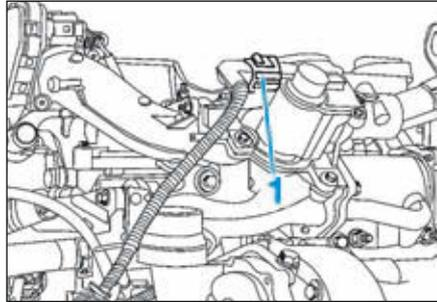

FIG.56
- Débrancher le connecteur de l'électrovanne de commande EGR (1) (Fig.56).